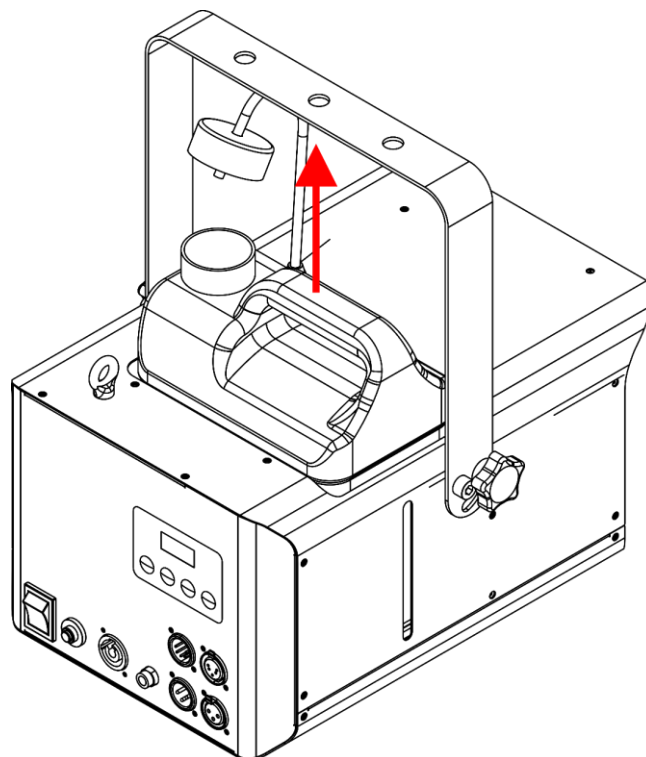

Fig. 09
- 03) Extraiga el depósito de líquido, como se muestra en la Fig. 09.